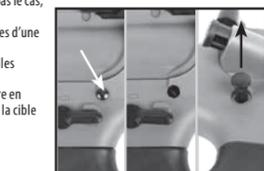

Fig. 11
4. Soulevez la partie arrière de la carcasse jusqu'à ce que le canon soit perpendiculaire à la carcasse inférieure (Fig. 11).